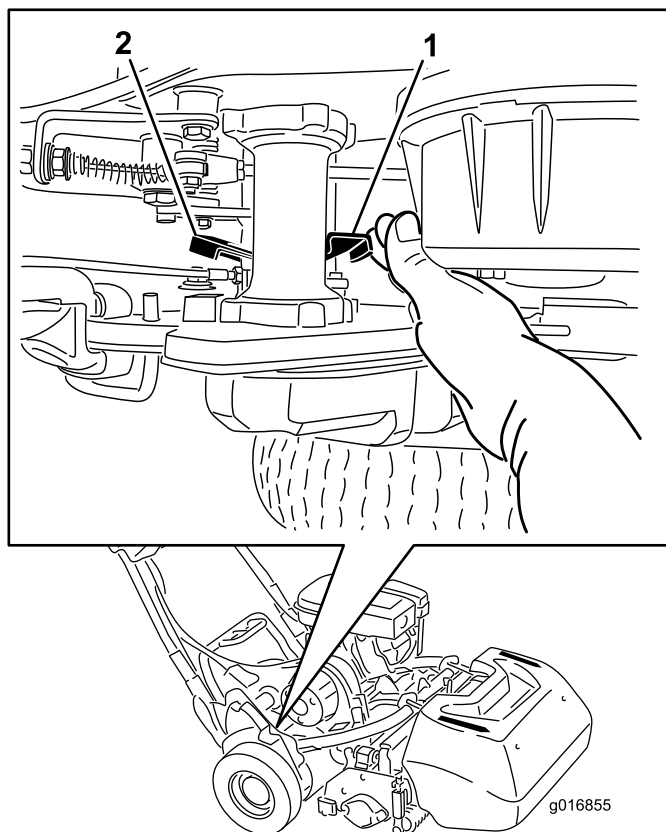

Bild 28
1. Rechts hinten an der Maschine neben der Antriebsgehäusetrommel befindet sich der Hebel zum Ein-/Auskuppeln des Fahrtriebs (Bild 28).